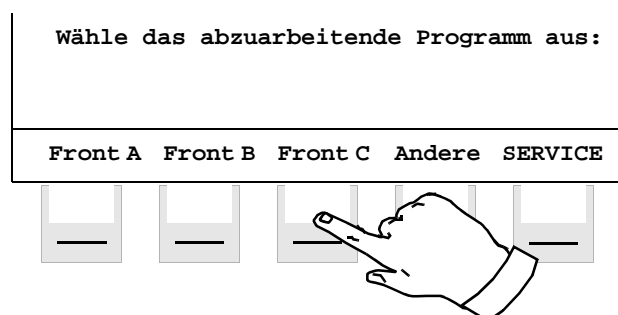

Bild 11 Die Bedienerführung kann jeder Roboter-Installation angepaßt werden.
- Wenn Text über den Funktionstasten erscheint, muß durch Betätigen der gewünschten Alternative geantwortet werden (siehe Bild 11).